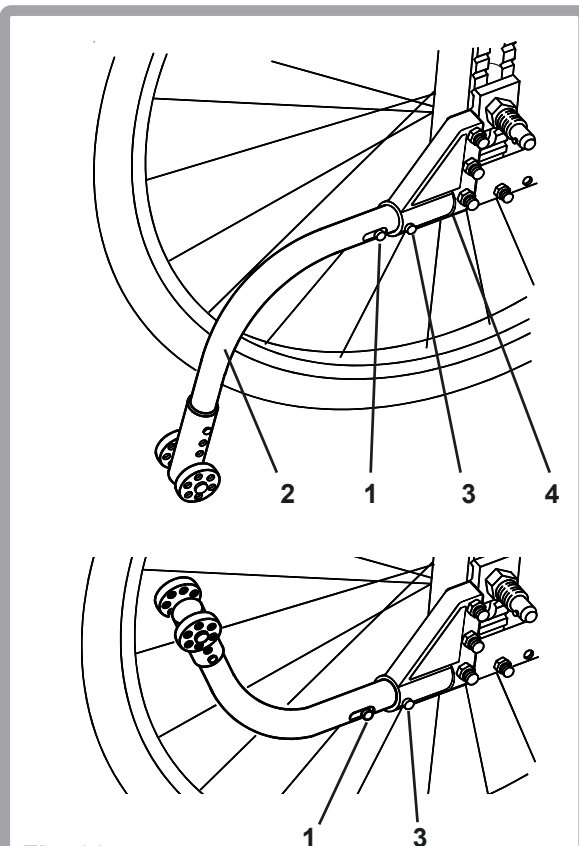

Fig. 28
Appuyer sur le levier anti-basculé arrière (Fig. 28) du tube anti-basculé (2) pour que les deux goupilles de blocage (3) rentrent dans le tube et l'insérer dans le logement du tube anti-basculé (4). S'assurer que les deux goupilles de blocage sont bien placées et verrouillées dans les trous de montage du logement.